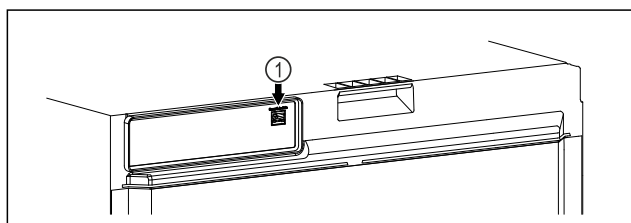

Fig. 145
- Je používán SmartModule Fig. 145 (1).